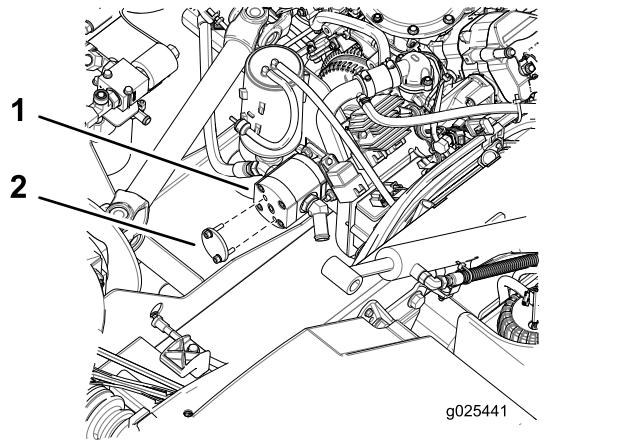

Bild 6
1. Reinigen Sie den Bereich um die Endkappe der Hydraulikpumpe, damit keine Verunreinigungen in die Pumpe gelangen (Bild 6).
2. Nehmen Sie die zwei Schrauben ab, mit denen die Endkappe an der Hydraulikpumpe befestigt ist (Bild 6). Entfernen Sie die Endkappe.